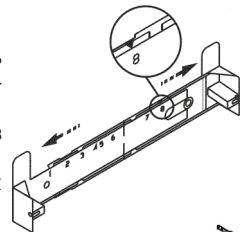

рис. 5
- Прежде чем прикрепить кронштейн к стене, необходимо выставить кронштейн на нужный размер (равный ширине верхней фальштрубы) (рис. 5).